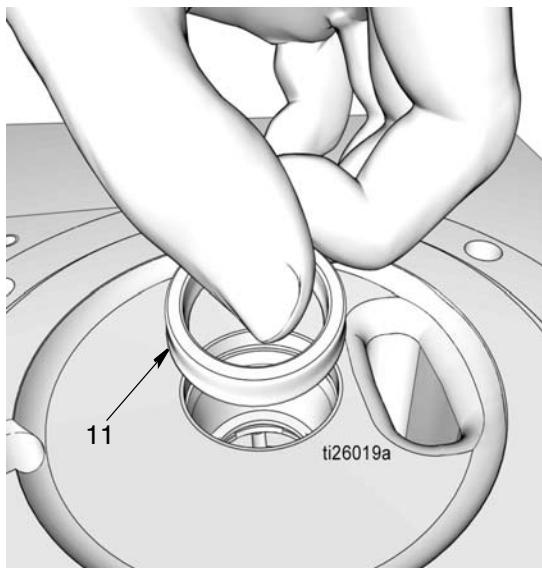

图 32
- d. 安装密封 (11)。确保密封的唇口朝下，如图 32 所示。